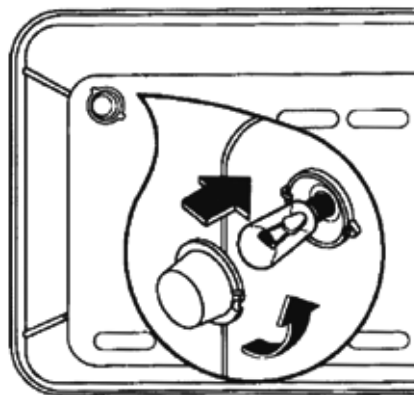

Рис. 18
- Выверните лампу (см. рис. 18) и замените ее лампой, выдерживающей нагрев до 300°C со следующими характеристиками: